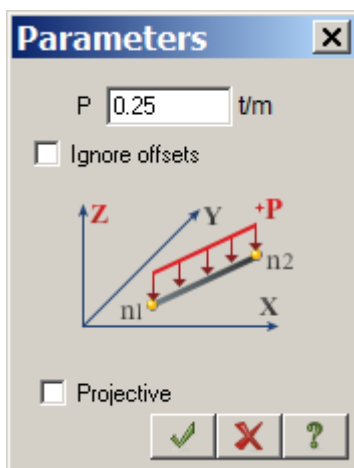

Figure 5.19 Load parameters dialog box
- ⇒ In the **Load parameters** dialog box specify $P = 0.25 \text{ t/m}$ (see Fig.5.19).